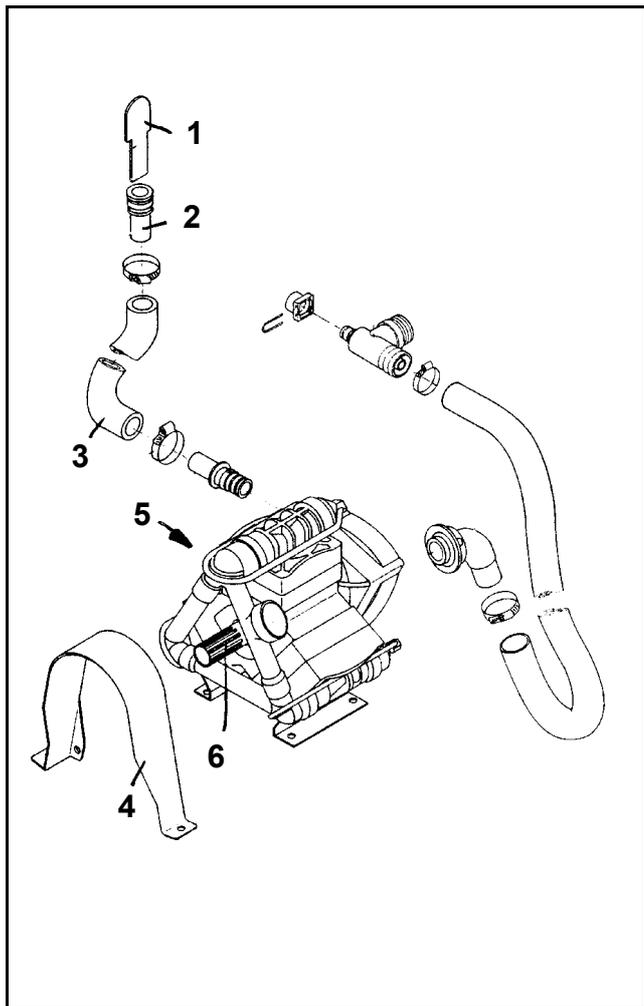
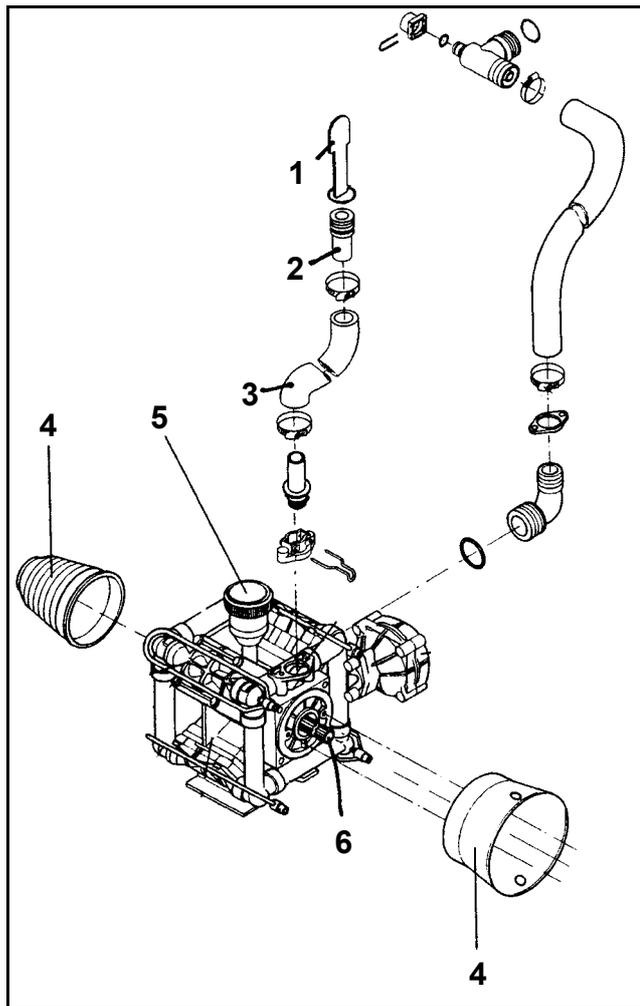
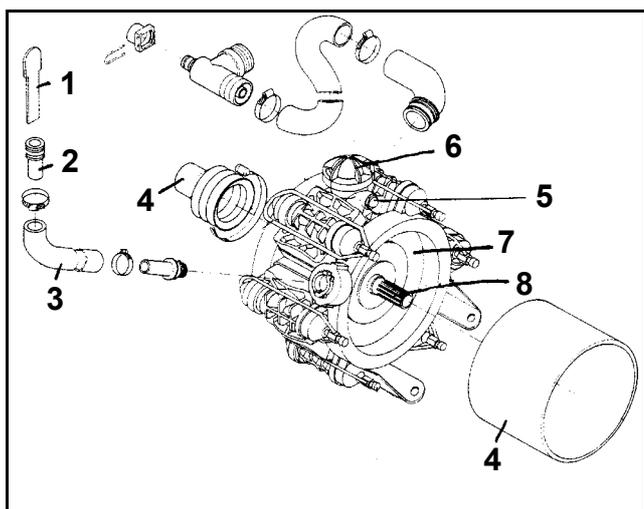

Fig. 30
Fig. 31
Fig. 32
- Mettez en place la pièce (Fig. 30/ 1, Fig. 31/ 1, Fig. 32/ 1) dans la tubulure (Fig. 30/ 2, Fig. 31/ 2, Fig. 32/ 2) en connectant le tuyau de refoulement (Fig. 30/ 3, Fig. 31/ 3, Fig. 32/ 3).
Les pompes ne doivent être entraînées qu'avec leurs dispositifs de protection (Fig. 30/ 4, Fig. 31/ 4, Fig. 32/ 4).
Le niveau d'huile doit pouvoir être lu au repère dans le vase (Fig. 30/ 5, Fig. 31/ 5, Fig. 32/ 5), la pompe étant à l'arrêt et à l'horizontale.
Pour compléter le niveau d'huile, ôter le couvercle (Fig. 30/ 5, Fig. 31/ 5, Fig. 32/ 5) et la membrane sous-jacente dans le cas de la pompe à 6 pistons-membranes.
La réserve d'huile à l'intérieur du carter de la pompe (Fig. 32/ 7) à **6 pistons-membranes (BP 180 ET BP 235)** sert en même temps à compenser les pointes de pression engendrées par le mouvement des pistons et en même temps à stabiliser le débit du liquide refoulé par la pompe.